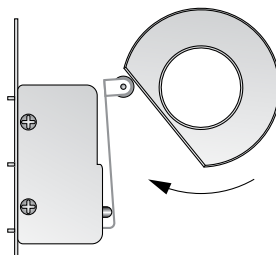

Рис. 17. Полностью закрытое положение арматуры (положение «5»)
- нижний эксцентрик черного цвета (LS2) регулирует угол поворота вала в момент закрытия трубопроводной арматуры. Поворот вала относительно верхней плоскости электропривода осуществляется в направлении по часовой стрелке (см. Рис. 17);
- установить эксцентрики LS2 и LS4 как показано на Рис. 17.